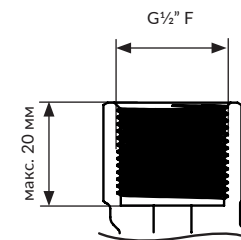

Рис. 4. Внутрішня нарізь G $\frac{1}{2}$ " F з плоскою поверхнею для прокладки
- внутрішня нарізь G (Рис. 4) або зовнішня нарізь G (Рис. 4) - прокладка (або герметик),